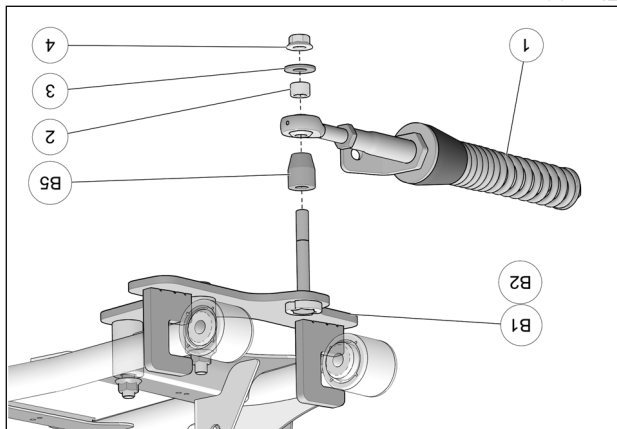

Fig. 10
10. Fixer le bras stabilisateur (1) au point d'ancrage de la plaque (B1-B2) au moyen de l'espaceur conique (B5), l'espaceur cylindrique (2), la rondelle (3) et l'écrou (4). Serrer à un couple de 70 N•m [52 lb•pi]. Voir la Fig. 10